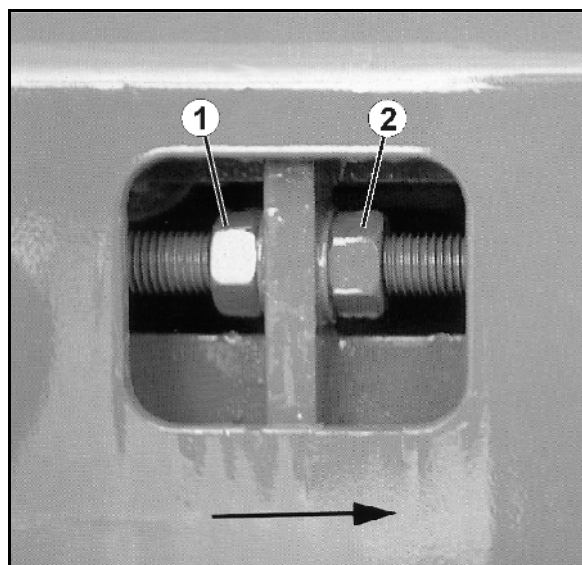

Fig. 73
1. Til kontrol af hjulnavslejesløret hæves akslen, indtil dækkene er fri (Fig. 73).